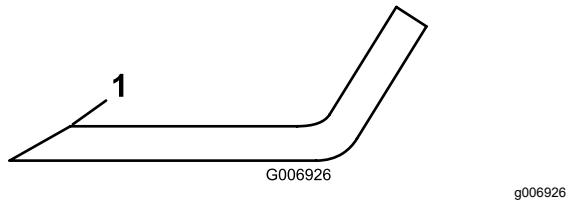

Рисунок 102
- сохраняйте первоначальный угол заточки (Рисунок 102).
- Если нож затупился или имеет зазубрины, заточите только верхнюю режущую кромку, сохраняя первоначальный угол заточки (Рисунок 102).